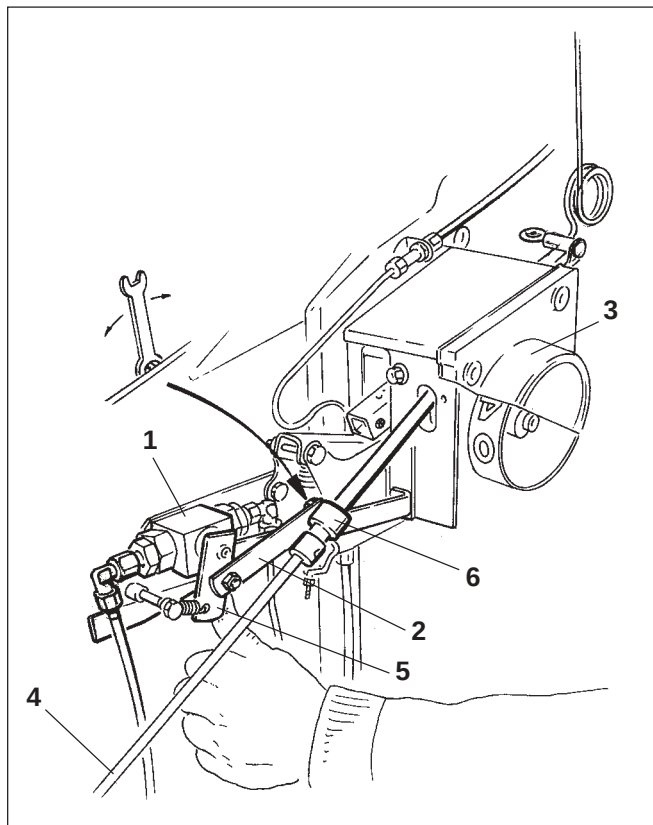

Рис. 14.5
Гидравлический цилиндр маркера управляется клапаном управления (Рис. 14.5/1). Клапан управления (Рис. 14.5/1) связан через штангу (Рис. 14.5/2) с устройством для установки технической колеи рас-пределителя высевающих катушек.
Клапан управления (Рис. 14.5/1) распложен при поставке таким образом, что это безупречно включает:
В положении "0" устройства для установки технической колеи (Рис. 14.5/3)
- надевается тяга (Рис. 14.5/4),
- рычаг (Рис. 14.5/5) клапана управления включается вперед,
- устройство для установки технологической колеи (Рис. 14.5/3) перевести в положение "I",
- рычаг (Рис. 14.5/5) клапана управления рукой отвести назад и перед этим опущенное установочное кольцо (Рис. 14.5/6) крепко зажать.